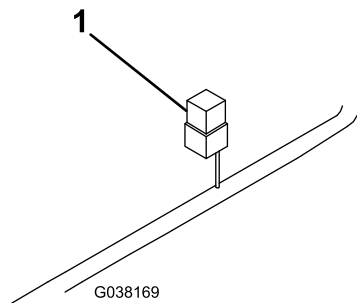

Bild 12
14. Befestigen Sie das Relaispack mit einer Blechschraube unter der Motorhaube (Bild 12).